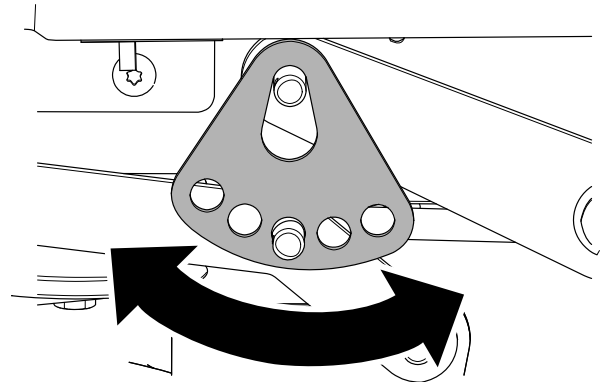

**Figura 70**
6. Retire la chaveta y la arandela del pasador del brazo de elevación inferior (Figura 70).